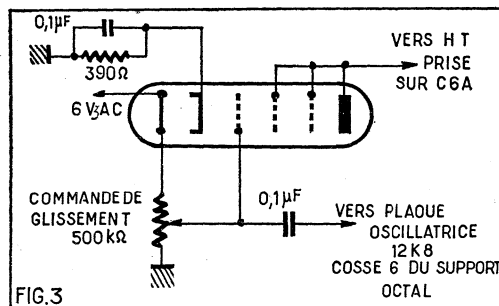

FIG. 3
8. Montage du tube de glissement 6SJ7 suivant le schéma ci-contre (fig. 3) après avoir monté un potentiomètre dans la cuvette avant (boîtier FT 260-A).